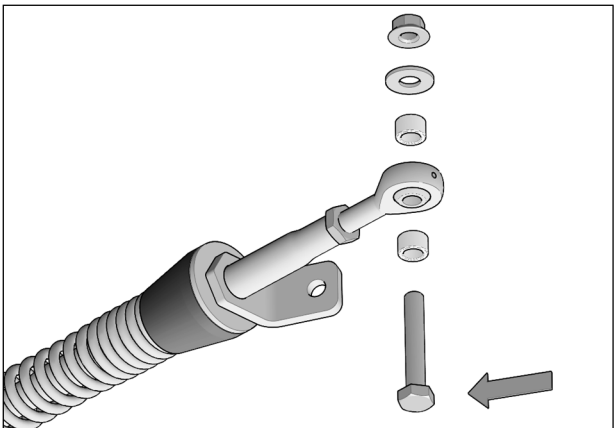

Fig. 15
3. Retirer les boulons, rondelles, espaceurs et écrous installés aux rotules des bras stabilisateurs des systèmes avant. Voir la Fig. 15